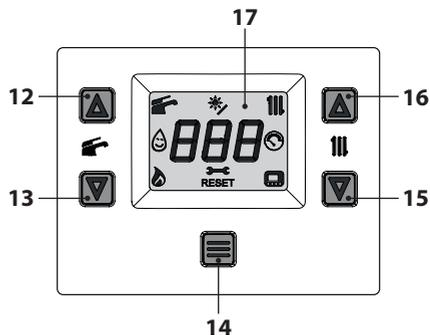
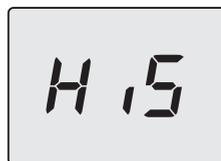

Figura 9.1
Figura 9.2
- Entre en la "modalidad programación" pulsando simultáneamente durante 5 segundos los botones 13 y 15 (Figura 9.1) hasta que aparezcan en el display LCD las letras **HiS** que indican el menú "Histórico de la caldera" (Figura 9.2).
- Pulsando el botón 14 (Figura 9.1) se confirma el valor introducido. El display mostrará durante 5 s lo siguiente (Figura 9.6) y luego se pondrá en el nivel superior.
- mantener pulsados simultáneamente los botones 13 y 15 durante 5 s (Figura 9.1) (vuelta al nivel anterior).